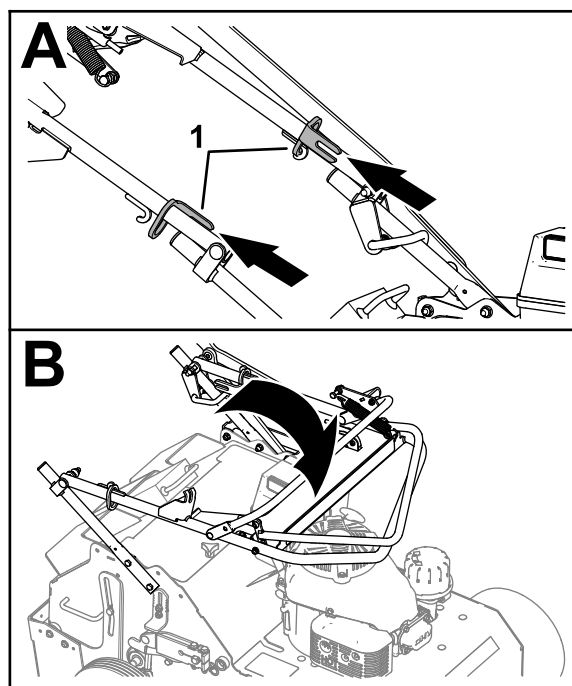

Figure 21
1. Faites remonter les 2 anneaux de blocage du guidon (Figure 21).